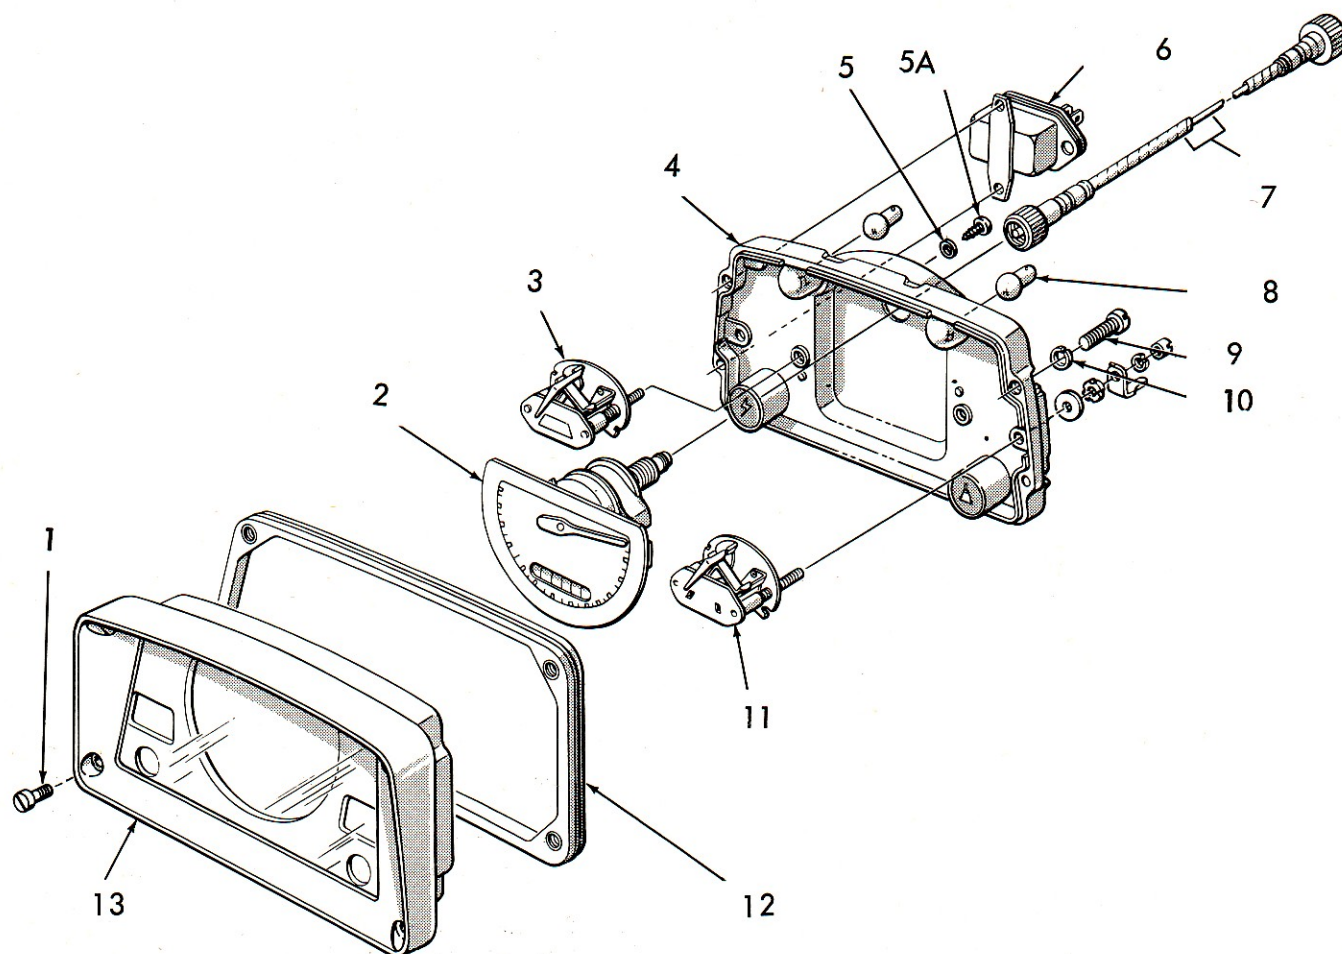

Fig.9
- Retirer les quatre vis et rondelles frein (Fig. 9) fixant la monture sur le boîtier.
- Monter le stabilisateur de tension (Fig. 9) sur le boîtier. Fixer fermement avec les deux vis et rondelles frein.